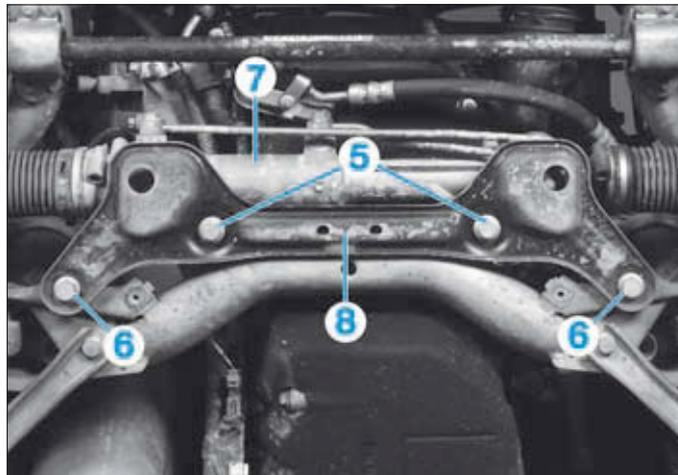

FIG. 11
- Déposer les vis (5) et (6) (Fig.11).
- Déposer le boîtier de direction (7) et le support (8).